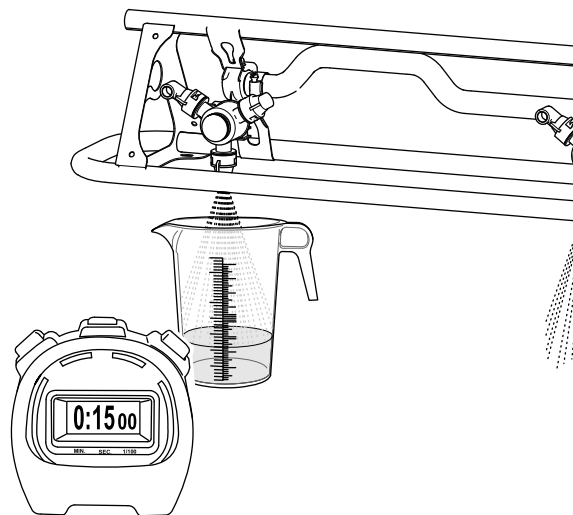

Рисунок 170
3. Перейдите к задней части машины, установите емкость для сбора жидкости под одно из сопел и включите секундомер (Рисунок 170).